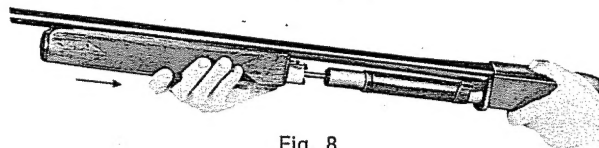

Fig. 8
- 8 — Infilare l'asta lungo il cilindro presa gas ed il serbatoio (fig. 8).
- 8 - assemble fore-end over gas cylinder and magazine tube (fig. 8).
- 8 - *remonter le devant bois sur le cylindre à gaz et le tube magasin (fig. 8)*